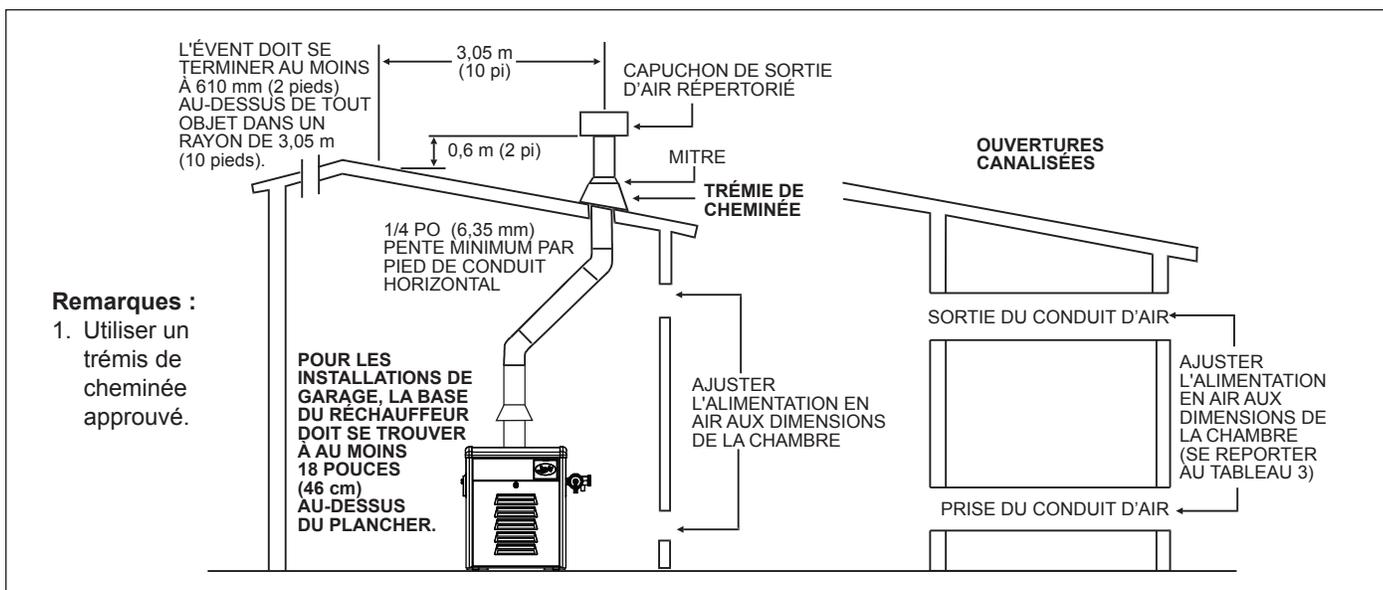

Figure 5. Aération pour installation à l'intérieur (USA) ou abri extérieur (Canada)
En général, ces exigences spécifient que la chambre dans laquelle un réchauffeur est installé doit contenir deux ouvertures permanentes d'alimentation d'air; Une à l'intérieur de 305 mm (12 po) du plafond, l'autre, à 305 mm (12 po) du plancher. Toutes les installations intérieures doivent avoir des ouvertures d'alimentation d'air de combustion, de ventilation et de dilution des gaz à l'intérieur du bâtiment, voir Figure 5 et Tableau 3. Zodiac Pool Systems, Inc., ne recommande pas que les installations intérieures ne fournissent pas d'air de combustion dans le bâtiment.
**Alimentation d'air de l'extérieur :** Lorsque l'air de combustion est alimenté directement par un mur extérieur, chaque ouverture doit avoir un espace libre d'au moins un pouce carré (6,5 cm2) par 4000 BTU/h (1,2 kW) du taux d'entrée total de tous les appareils dans l'espace ci-jointe. Si l'air est fourni par les conduits horizontaux, chaque ouverture et conduit doivent avoir un pouce carré (6,5 cm2) pour chaque 2000 BTU/h (0,6 kW). Ces exigences sont résumées dans le tableau 3. Prendre note que les espaces spécifiés sont des espaces libres et doivent être augmentés lorsque les ouvertures sont couvertes par des écrans, des persiennes, des grilles ou autres couvertures de protection. Voir Figure 5 et les notes du Tableau 3.
La sortie du coupe-tirage doit être raccordée à un tuyau de ventilation non obstrué de même diamètre, se terminant à l'extérieur du bâtiment. Le système de ventilation doit se terminer au moins soixante (60) centimètres (deux pieds) au-dessus du point le plus haut du toit ou tout autre objet se trouvant dans un rayon de trois (3,0) mètres (10 pieds) de la fin du système de ventilation. Le tuyau de ventilation doit avoir un capuchon d'évent homologué qui permette une ouverture totale équivalente pour les produits de combustion, voir Figure 5. Le dessus du capuchon d'évent doit être à au moins 1,5 mètre (cinq pieds) en hauteur verticale au-dessus de la sortie du coupe-tirage.